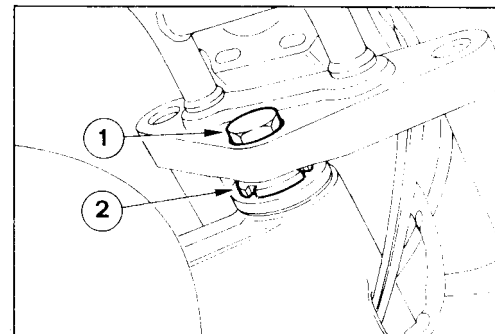

Fig. 33
Qualora si percepisca del gioco, procedere alla regolazione operando come segue: (fig. 33)
- Allentare il dado centrale cannotto (1-fig. 33).
- Effettuare la regolazione del gioco tramite la ghiera (2-fig. 33).
- Riavvitare quindi il dado centrale cannotto (1-fig. 33) e le viti fissaggio piastra inferiore. Rimontare il tappo cromato.